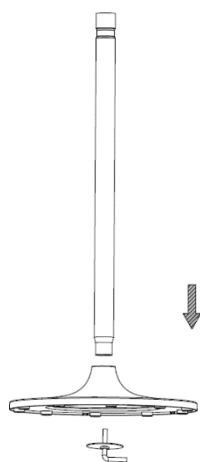

Рисунок 1
2. Проденьте стойку сквозь отверстие в основании и надежно закрепите их винтом (рис. 1). (Рисунок 1)